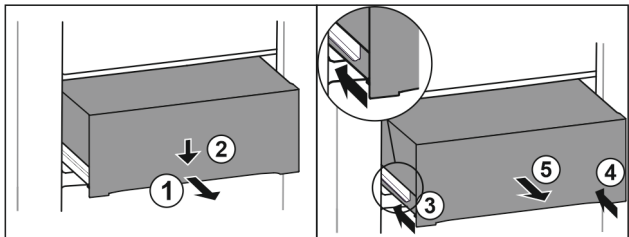

Fig. 98
- ▶ Tirer le tiroir jusqu'à mi-chemin. Fig. 98 (1)
- ▶ Appuyer sur l'avant du tiroir vers le bas. Fig. 98 (2)
- ▶ Insérer le rail gauche d'env. 2 cm (13/16 in). Fig. 98 (3)
- ▶ Insérer le rail droit d'env. 2 cm (13/16 in). Fig. 98 (4)
- ▶ Retirer le tiroir par l'avant. Fig. 98 (5)